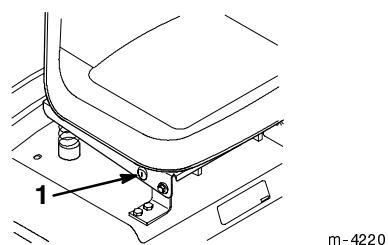

Figure 7
S'il est nécessaire d'utiliser la commande des lames (PdF) en marche arrière, vous pouvez désactiver ce dispositif de sécurité à l'aide du commutateur KeyChoice situé près du support du siège (Fig. 7).
2. Introduisez la clé dans le commutateur KeyChoice (Fig. 7).